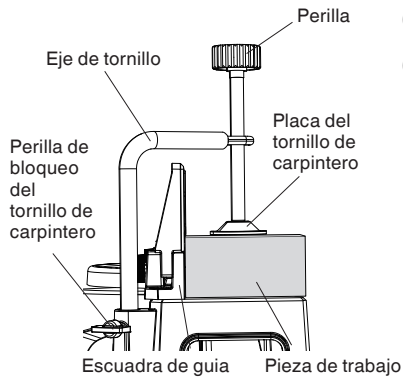

Fig. 25
- (1) La prensa de tornillo se puede colocar sobre la base.
- (2) Gire la perilla superior y fije firmemente la pieza de trabajo en su lugar (Fig. 25).